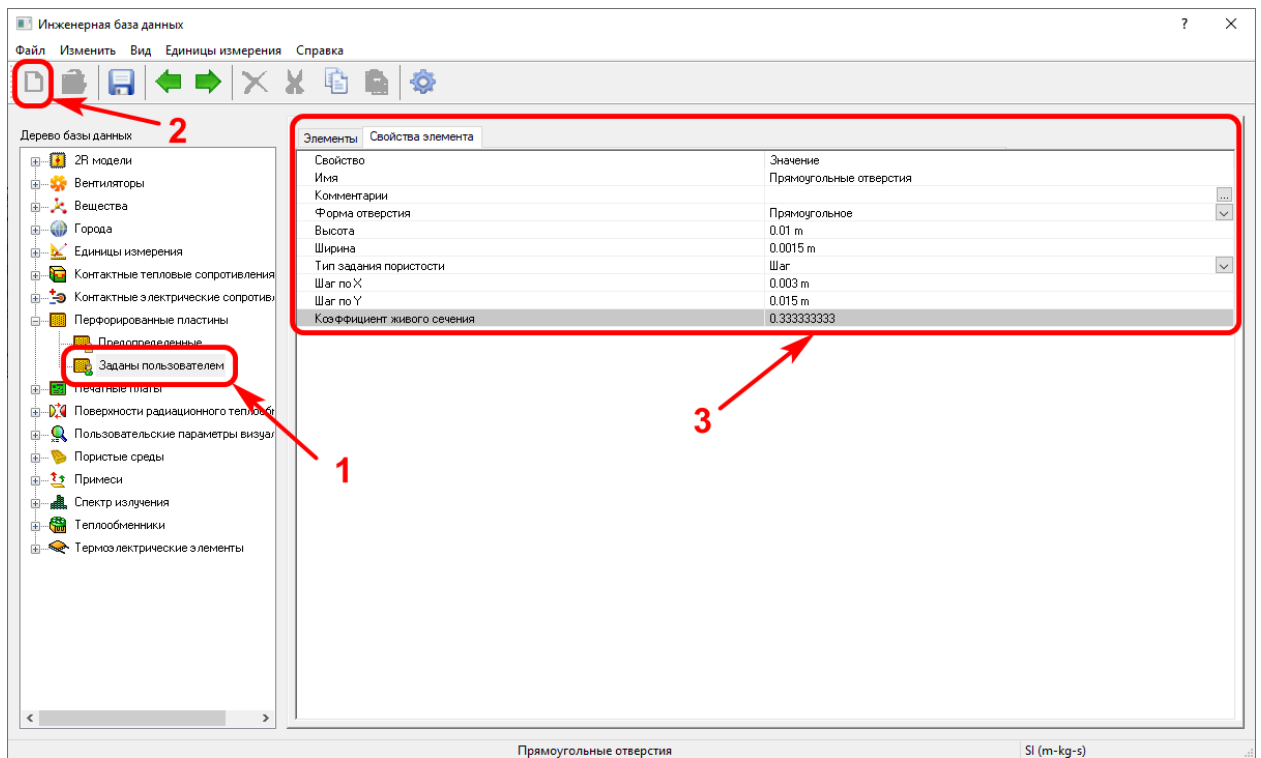

Рисунок 18 – Создание нового типа перфорированного отверстия
После этого откроется окно Инженерная база данных. Для создания нового типа перфорированных отверстий перейдите на строчку Перфорированные пластины/Заданы пользователем (1), создайте новый файл (2) и заполните параметры отверстий (3), рисунок 18.